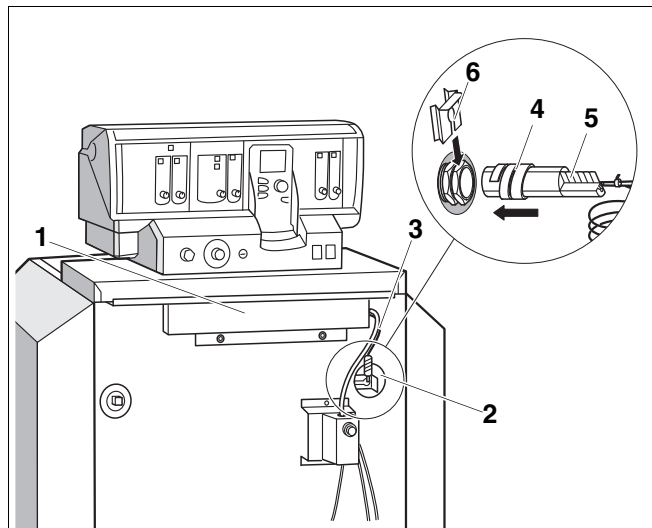

Рис. 12 Передняя крышка котла
- Снять крышку ниши для кабеля (рис. 12, **поз. 1**).
- Провести капиллярные трубки температурных датчиков и, для системы управления серии Logamatic, провод датчика температуры котловой воды под передней крышкой котла вперед к месту замера (рис. 12, **поз. 2**). Провода при этом разма- тывать только на необходимую длину.
- Провести провод горелки (рис. 12, **поз. 3**) под передней крышкой котла назад к подключению системы управления.
- Температурный датчик вставить до упора в гильзу (рис. 12).
- Пластмассовая спираль (рис. 12, **поз. 4**) автоматически сдвигается назад. Компенсационная пружина (рис. 12, **поз. 5**) должна быть вставлена в гильзу.
Надеть фиксатор датчиков (рис. 12, **поз. 6**; поставка с системой управления) сбоку или сверху на оголов- вок гильзы (рис. 12, см. стрелку).